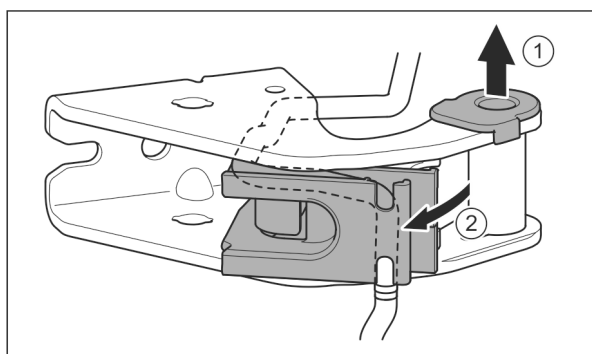

Fig. 29
- ▶ Puzdro ložiska vytiahnite z vedenia. Fig. 29 (1)
- ▶ Držiak kábla vychýľte. Fig. 29 (2)